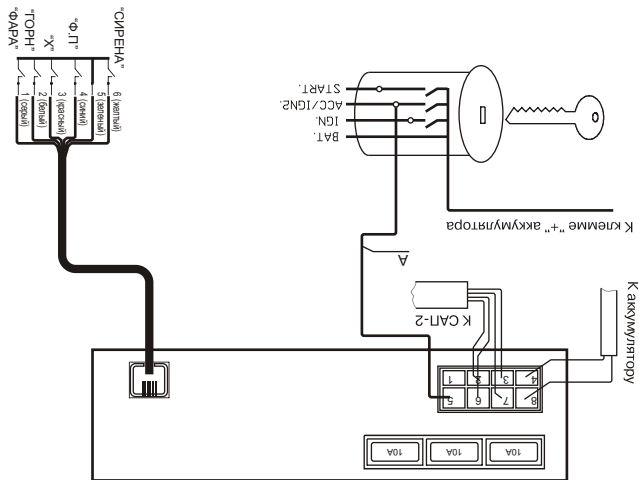

рис. 3
- 5.3 Схема подключения блока указана на рис.3. Одиночный провод А кабеля питания СГУ питания устанавливается к контакту замка зажигания автомобиля. Напряжением на этом контакте должно пропадать только тогда, когда вынимается ключ из замка. Допускается провод А подключать непосредственно к аккумулятору через лопочный переключатель (выключатель питания) устанавливаемый в удобном для оператора месте.
- 5.5 В блоке предусмотрен разъем (рис.3) для подключения через специализированный кабель выносных кнопок управления сиренами и фонарями.